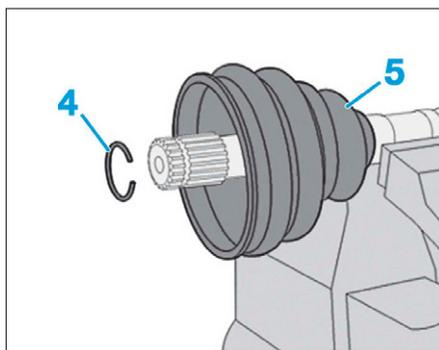

FIG. 9
- le circlip (4) (Fig.9),
- le soufflet de transmission (5).